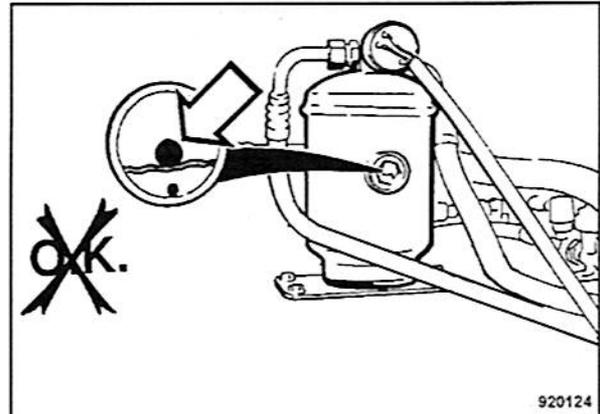

Fig. 136
- Si el flotador esférico blanco (Fig. 136) se encuentra abajo en el cristal de observación de la unidad secador/colectora hay que informar el servicio posventa.